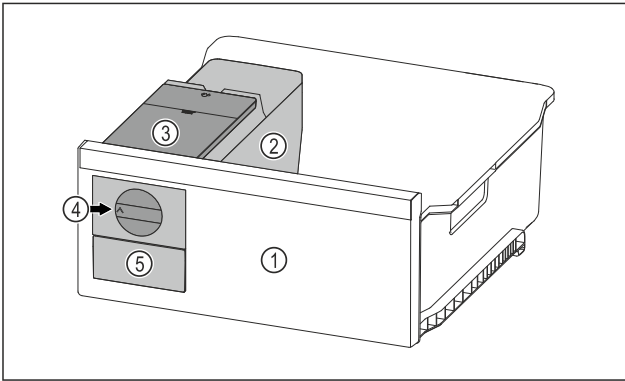

Fig. 97 Примерно изображение
- ▶ Завъртете въртящото се копче Fig. 97 (4) по часовниковата стрелка до упор.
- ▷ Ледените кубчета падат от формата за ледени кубчета в чекмеджето за ледени кубчета Fig. 97 (5).